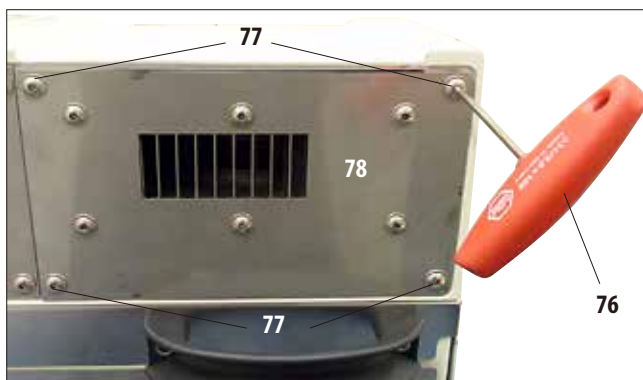

Рис. 22
- С помощью торцового ключа SW 3 (76) ослабьте и выверните четыре болта с внутренним шестигранником (77) на задней стороне прибора (рис. 22).
- Насадите вентиляционный фланец (75) на пластину вентилятора (78 на рис. 22) и закрепите теми же болтами, которые удерживают пластину.
- Сначала наживите все четыре болта (77), а затем с помощью торцового ключа SW 3 (76) затяните их в перекрёстном порядке с моментом 0,5 Нм (рис. 22, 23). При этом следите за тем, чтобы пластина вентилятора и фланец наложились друг на друга заподлицо.